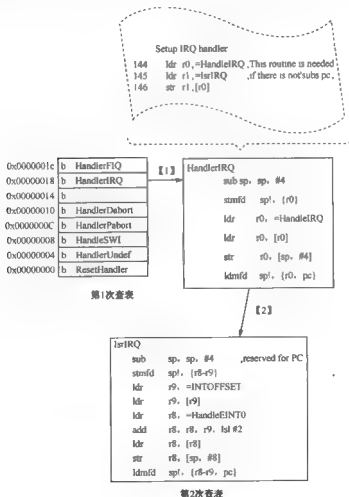

图 11-23 中断处理总体流程
(1) 当中断发生后，ARM 处理器执行完当前指令后，则将 PC 值设为 0x00000018，如图 11-23 所示。